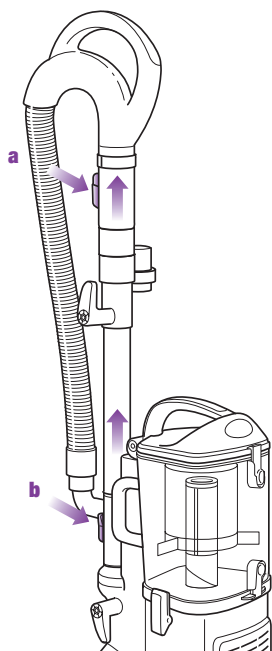

Fig. 13
- 2 Presione el botón de liberación del mango (a) y tire del mango hacia arriba o presione el botón de liberación del tubo de extensión (b) y tire del tubo de extensión hacia arriba. (Fig. 13)